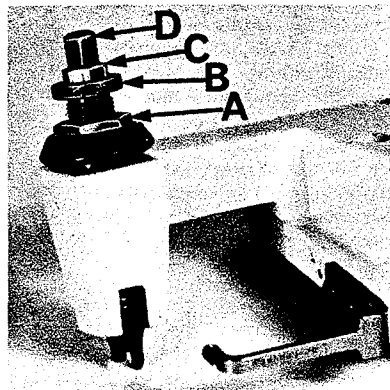

Fig. 2
Für ein gleichmäßiges transportieren des Nähgutes ist ein genügend starker Druck des Drückerfußes erforderlich. Sollte es notwendig werden, den Druck zu verstärken oder zu verringern, so ist die Sicherungsmutter (A, Fig. 2) zu lösen und die Spanschraube (B) entsprechend zu betätigen. Rechtsdrehung verstärkt, Linksdrehung verringert den Druck. Die Sicherungsmutter (A) ist nach einer Änderung des Drückerfußdruckes wieder anzuziehen. Bei auf der Stichplatte aufsitzendem Drückerfuß, stellt man die Sicherungsmutter (C) so ein, daß zwischen ihr und der Mutter (B) etwa  $1/32'' - 1/16'' = 0,8 - 1,6$  mm Zwischenraum verbleibt. Zum Schluß verspanne die Kopfschraube (D) mit der Mutter (C).
Sufficient presser foot pressure to feed work uniformly should be maintained. Should it be necessary to increase or decrease amount of pressure on presser foot, loosen lock nut (A, Fig. 2) and turn adjusting screw (B). Adjusting screw has a right hand thread, so tightening increases pressure, loosening decreases pressure. When pressure adjusting screw (B) has been properly set, tighten lock nut (A). With presser foot resting on throat plate, position locking nut (C) so that its under surface is approximately  $1/32'' - 1/16'' = 0,8 - 1,6$  mm from the top surface of adjusting screw (B). Set cap (D) against locking nut (C).